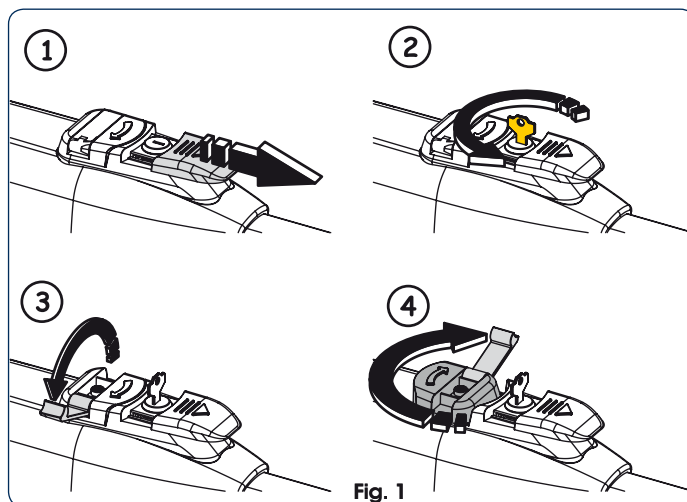

Fig. 1
2. Faire coulisser le capuchon de protection, Fig. 1 - ①.
3. Introduire la clé et la tourner de 90°, Fig. 1 - ②.
4. Soulever le levier de manœuvre, Fig. 1 - ③.
5. Pour débloquer l'opérateur tourner de 180° le levier de manœuvre dans la direction de la flèche présente sur le système de déblocage, Fig. 1 - ④.